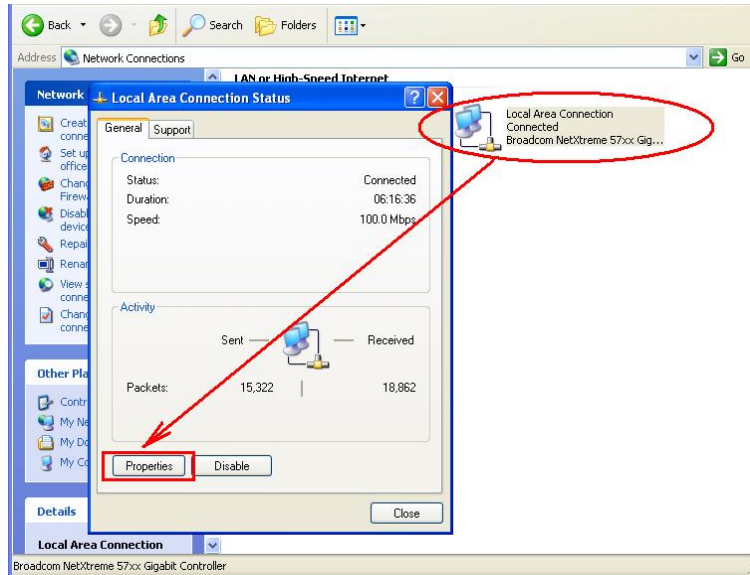

图 3.2.9
2. 进入以太网卡列表，双击连接的以太网卡图标。点击 Properties 按钮，系统弹出 Local Area Connection... 的属性对话框，如图 3.2.9 所示：